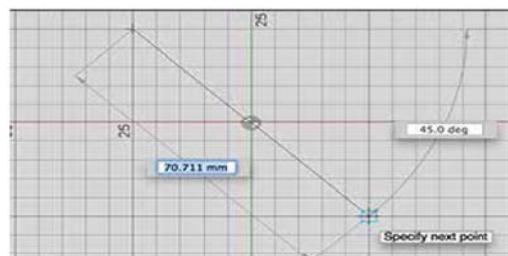

图 2-38
(1) 创建草图：在选定的平面或平整面上创建草图。
(2) 直线：创建直线和圆弧，选择起点和终点以定义一条线段，单击并拖动线段的端点以定义圆弧，如图 2-38 所示。